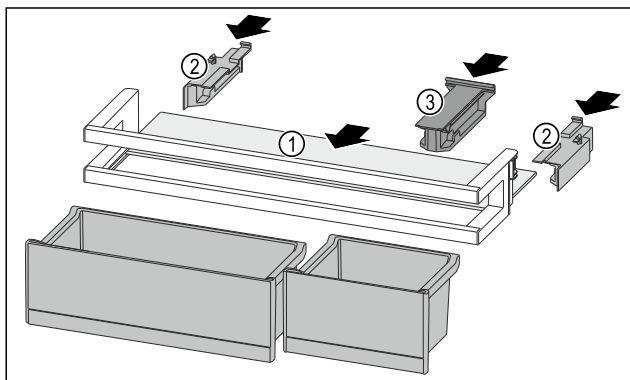

Fig. 120
- ▶ 将搁板 Fig. 120 (1) 推入侧面凹槽。
- ▶ 插入侧面部分 Fig. 120 (2)。
- ▶ 插入定位件 Fig. 120 (3)。